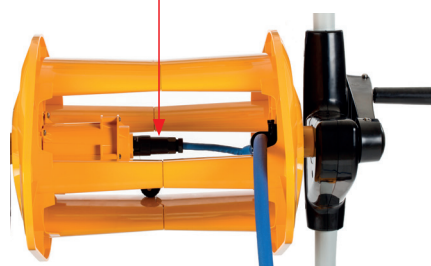

Рисунок 3: Внутренний разъем катушки
**Обратите внимание:** После каждых двух или трех сеансов очистки отсоединяйте плавающий кабель от внутреннего разъема катушки (Рисунок 3), разворачивайте его на всю длину и снова наматывайте на катушку, как требуется.